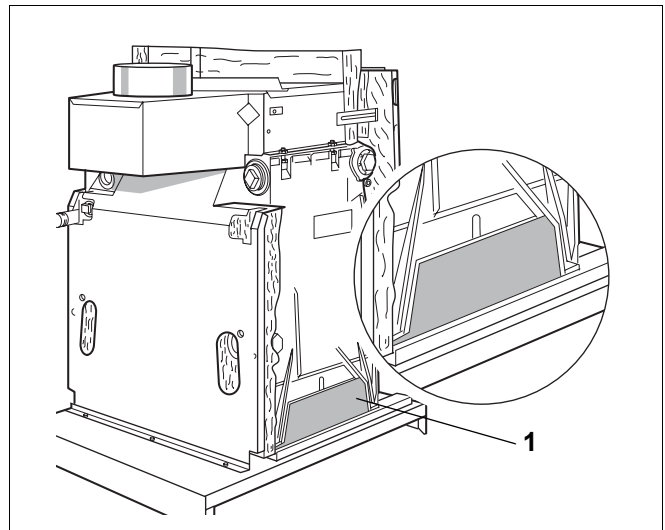

Рис. 13 Изоляционные панели
- Вставьте изоляционные панели (рис. 13, поз. 1) сбоку между литыми опорами.